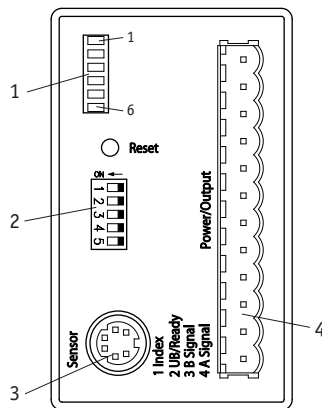

Abb. 4: Gerätevorderseite
Alle Anschlüsse erfolgen über die Anschlussbuchsen an der Gerätevorderseite (Abb. 4). Der Anschluss erfolgt über eine 12-pol. Steckerleiste.
Die Mini-DIN-Anschlussbuchse befindet sich auf der Gerätevorderseite (Abb. 4). Stecken Sie den Mini-DIN-Stecker des Sensors MS500 in die Buchse.
Bei normaler Betriebsbereitschaft ist der Zustand des Ready-Signals "high". Beim Überschreiten der maximal zulässigen Verfahrgeschwindigkeit oder beim Überschreiten des max. Sensor-/Bandabstandes leuchtet die Error-LED (Abb. 4). Es werden keine Ausgangssignale mehr ausgegeben und der Zustand des Ready-Signals ist "low" (Abb. 1 und 2). Bei Abschaltung der Errorfunktion wird die Überschreitung des max. Sensor-/Bandabstandes nicht mehr erkannt. Jedoch bleibt die Erkennung der Überschreitung der max. zulässigen Verfahrgeschwindigkeit bestehen.
Das Gerät muss nun initialisiert werden, entweder manuell durch Betätigung der frontseitigen Reset-Taste (Abb. 4), oder automatisch durch Aktivierung des Signals am Reset-Eingang, z.B. durch einen masseschaltenden Kontakt, oder einen Näherungsschalter (NPN, N.O.). Nach der Initialisierung leuchtet die Power LED (6) grün, beim Verfahren des Magnetsensors flackern die Leuchtdioden LED 1 und LED 2.